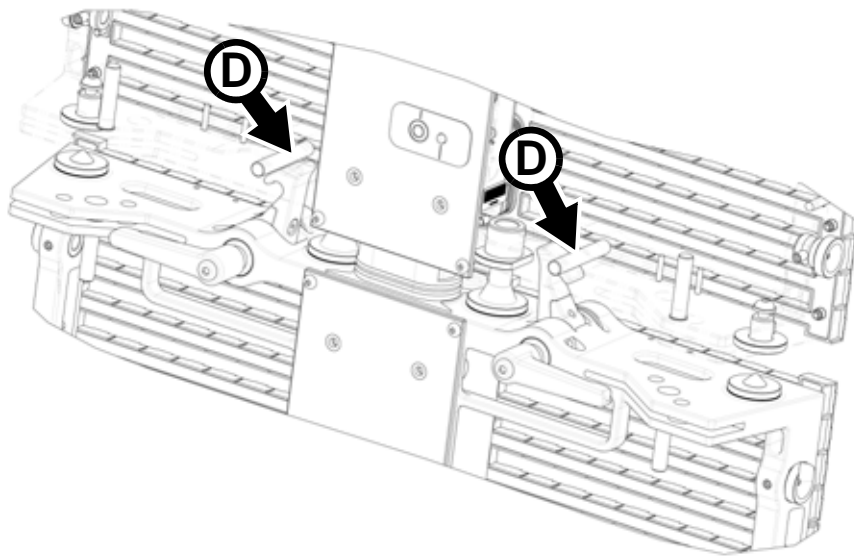

Bild 10: Die Verriegelungen werden durch die Zapfen auseinander gedrückt (Teilansicht)
4. Siehe Bild 10. Schieben Sie das Modul weiter in den Header oder das Modul, bis die Verriegelungen durch die Zapfen D auseinander gedrückt werden.